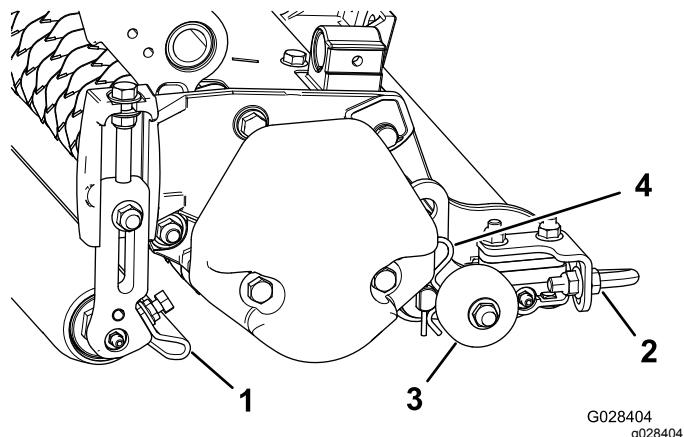

図 12
1. ローラスクレーパを固定しているフランジナットをゆるめる図 12。
整備場の床にバーチカッターを降ろすときやトラクションユニットから外して床に置く場合には、ブレードが床にあたって破損しないよう、必ず移動用ローラを降ろしてください図 12。